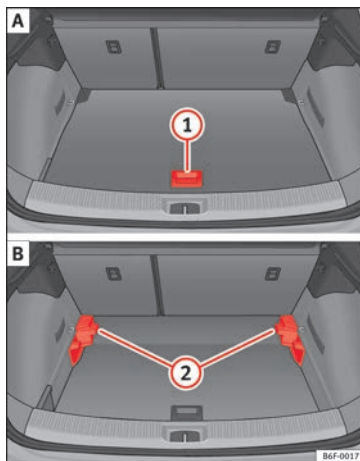

Bild 166 Löstagbart golv i bagagerummet: **A** upphöjd position; **B** nedsänkt position.
- Lyft upp golvet med hjälp av handtaget » **bild 166 1** och dra det bakåt tills golvet framsida har kommit förbi stöden helt och hållet **2**.